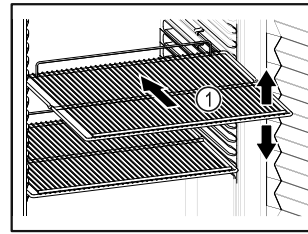

Fig. 60 例图
- 如果存放格栅 Fig. 60 (1)可移动，则根据高度进行调整。